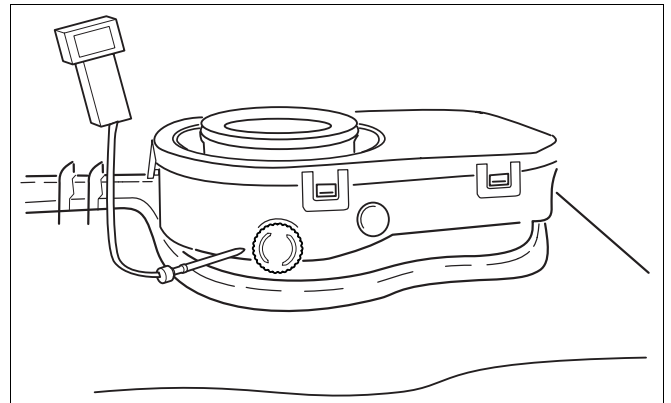

Abb. 39 Messstelle für Abgase
- An der Messstelle für Abgase (Abb. 39) Kohlenmonoxidgehalt messen.